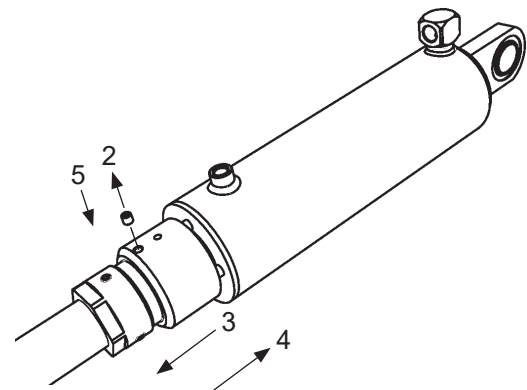

Abbildung 66. Anschlag und zugehörige Sicherungsschrauben
2. Lösen Sie die Verschlusschraube am Anschlag (2). Schrauben Sie den Anschlag komplett in Richtung der Ladebordwand zurück (3). Abbildung 66.
4. Richten Sie den Anschlag vollständig an der Oberseite des Zylinders aus (4). Abbildung 66.
5. Ziehen Sie die Verschlusschrauben im Anschlag fest (5). Siehe Abbildung Abbildung 66.